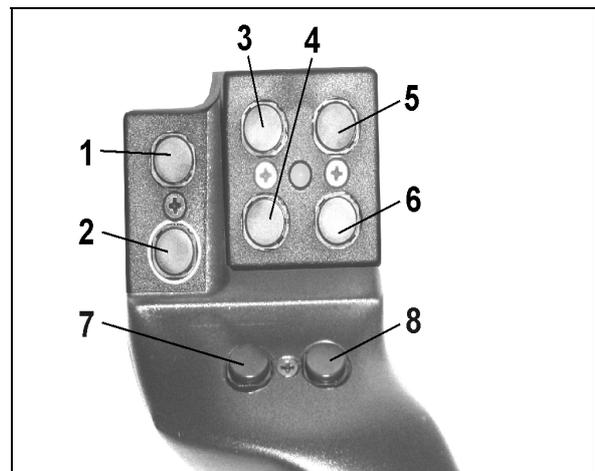
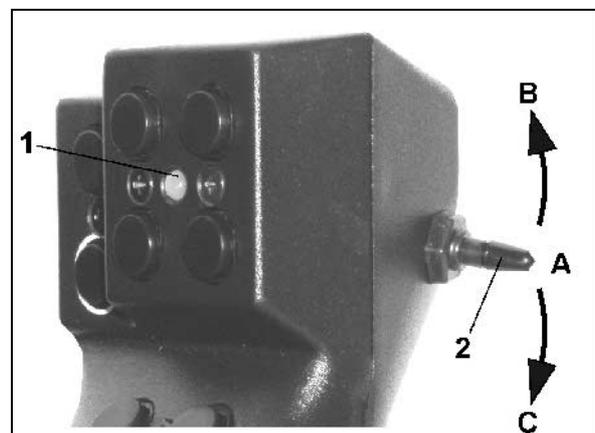

Fig. 92
Fig. 93
Para manejar el **AMATRON+**, la empuñadura multifuncional (Fig. 92) tiene a disposición 8 teclas (1 - 8). Además, mediante el interruptor (Fig. 93/2) se puede modificar tres veces la ocupación de las teclas.
- posición media (Fig. 93/A) pudiendo ser activado hacia
- arriba (Fig. 93/B) o hacia
- abajo (Fig. 93/C).
La posición del interruptor es indicada mediante una luz LED (Fig. 93/1).